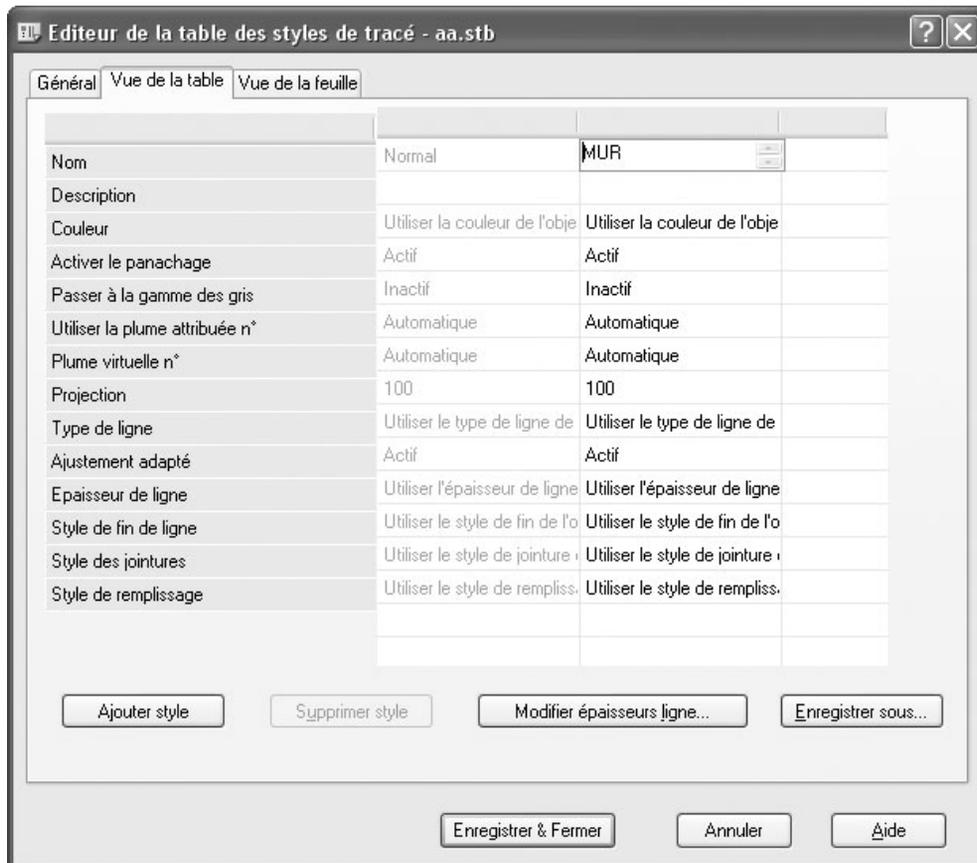

Fig.23.5
- 10 Cliquer sur **Ajouter style** (Add style) et entrer un nom de style dans le champ **Nom** (Name). Exemple : MUR pour créer un style à appliquer aux dessins de murs (fig.23.5).